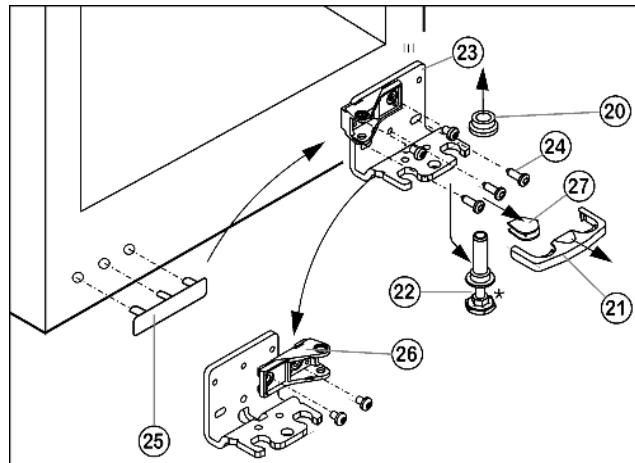

Fig. 7
- ▶ Предохранитель Fig. 7 (21) снимите движением вперед.
- ▶ Снимите крышку Fig. 7 (27).*
- ▶ Полностью вверните регулируемую опору Fig. 7 (22).
- ▶ Вытяните опорный палец Fig. 7 (22) вниз и вперед. При этом следите за гнездом шарнира Fig. 7 (20).
- ▶ Открутите опорный кронштейн Fig. 7 (23) (3 шт. Torx 25) Fig. 7 (24).
- ▶ Осторожно приподнимите и переставьте крышку со стороны ручки Fig. 7 (25).
- ▶ Снова прикрутите опорный кронштейн Fig. 7 (23) на новой стороне шарнира при необходимости с помощью аккумуляторного шуруповерта.
- ▶ Открутите опорную деталь Fig. 7 (26) и прикрутите снова с поворотом на 180°.
- ▶ Установите крышку Fig. 7 (27) на противоположной стороне.*
- ▶ Предохранитель (21) нужно зафиксировать сбоку на кронштейне, чтобы опорный палец и двери были защищены от выпадения.
- ▶ Снова установите предохранитель (21) на опорном кронштейне.
- ▶ Наденьте гнездо шарнира Fig. 7 (20).